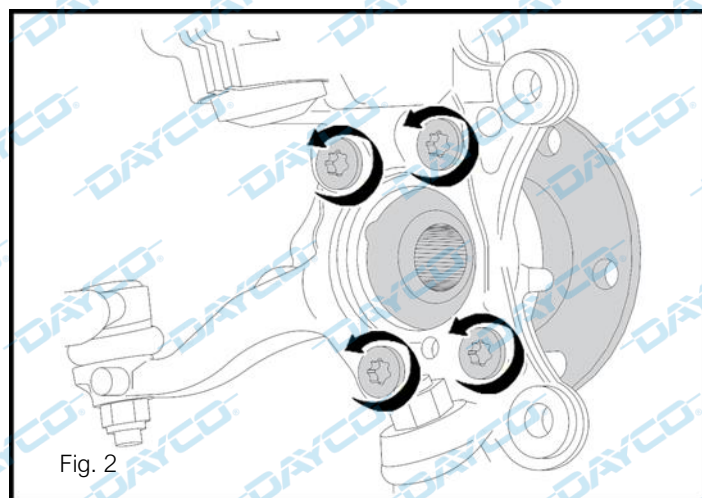

Fig. 2
- Quitar los tornillos indicados. (Fig. 2)